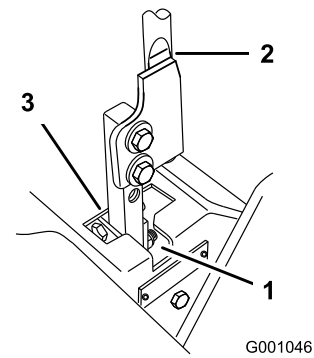

Bild 69
5. Schieben Sie den Hebel in die Neutral-Stellung (nicht arretiert) (Bild 69).
6. Ziehen Sie den Hebel zurück, bis der Lastösenbolzen (am Arm unter dem Gelenkschaft) das Schlitzende berührt (und soeben Druck auf die Feder ausübt) (Bild 69).
7. Prüfen Sie, dass der Fahrtriebshebel relativ zur Kerbe im Armaturenbrett ist (Bild 69). Er sollte zentriert sein, so dass der Hebel nach außen in die gesperrte Neutralstellung gedreht werden kann.